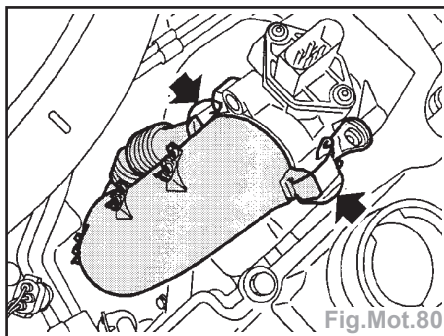

Fig.Mot.80
- Dégager les 2 attaches maintenant le conduit de turbocompresseur sur le capteur MAF/IAT et déposer le conduit (Fig. Mot.80).